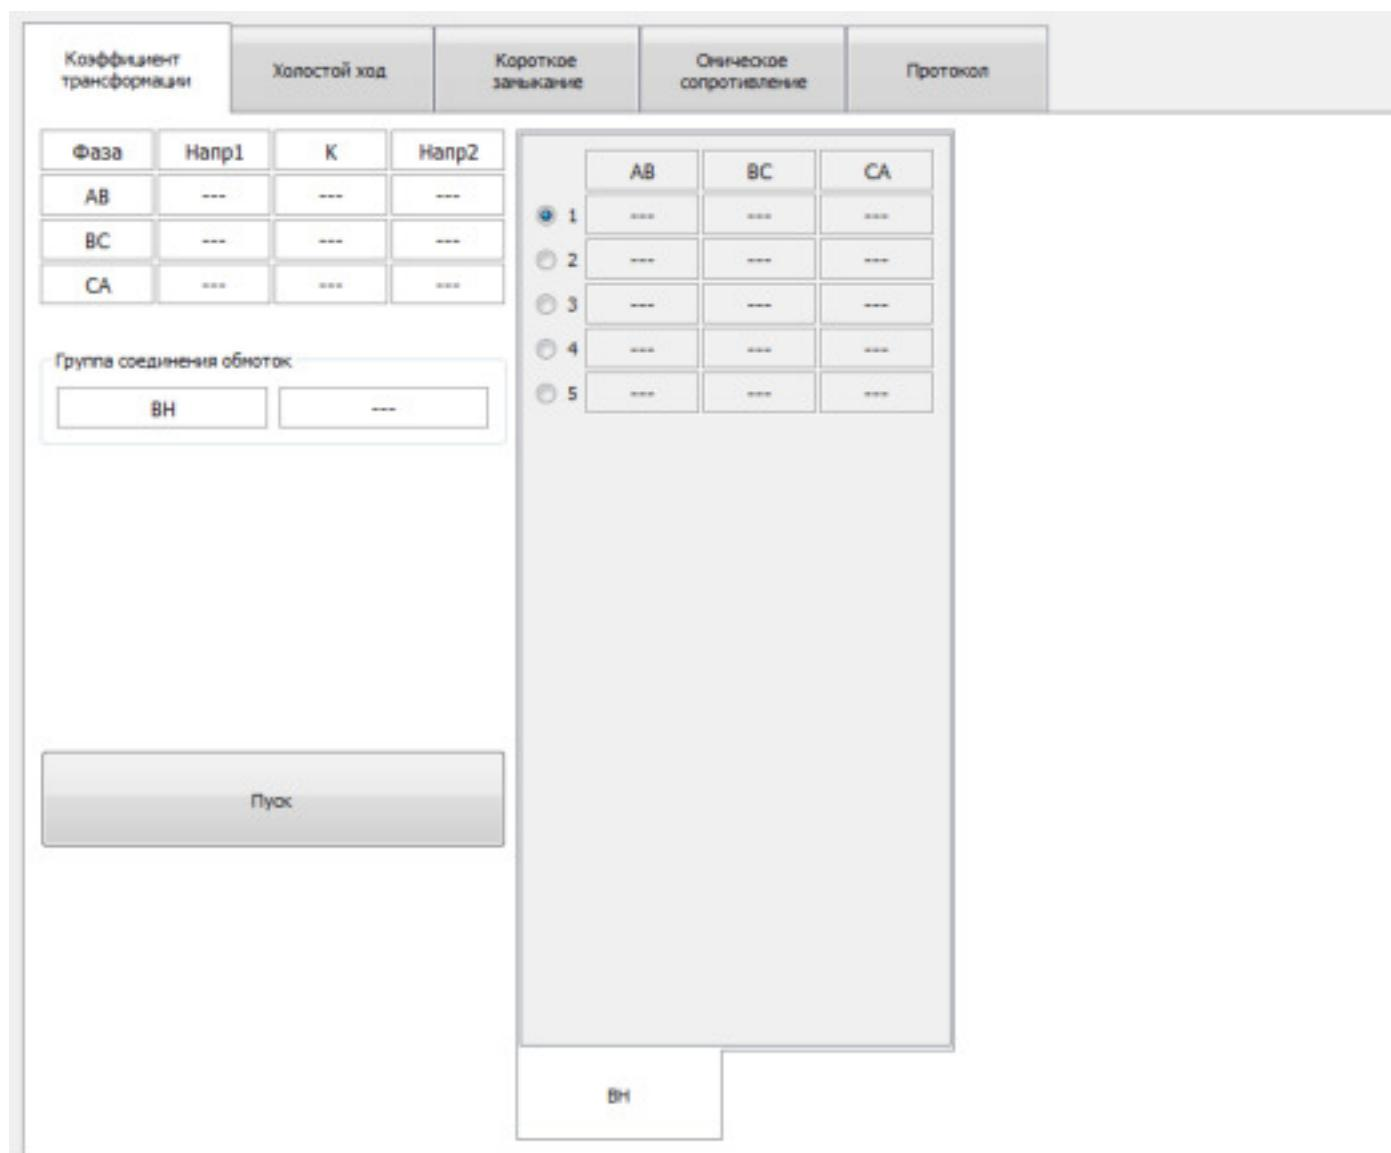

Рис. 9. Вкладка «Коэффициент трансформации»
**5.2.4.** Переключаемся на вкладку «Коэффициент трансформации» (рис. 9) и выбираем ответвление, для которого проводится проверка.